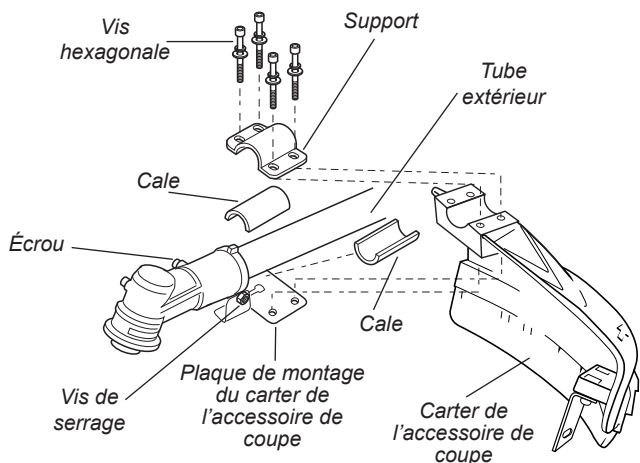

Figure 14
1. Insérer le carter de l'accessoire de coupe entre le tube extérieur et la plaque de montage du carter de protection. Voir figure 14.
2. Fixer les deux cales et le support sur le tube extérieur et fixer sans serrer les quatre vis hexagonales. Voir figure 14.